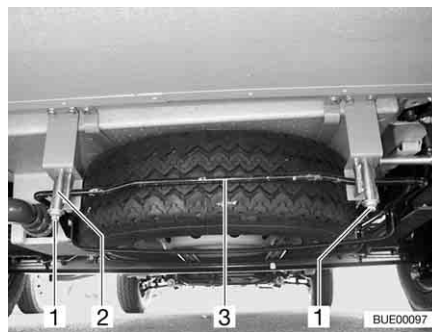

Bild 296 Reservhjulshållare
- Lossa muttrarna (Bild 296,1) lite på vänster och höger krok (Bild 296,2) på reservhjulshållaren.
- Tryck bygel (Bild 296,3) lite uppåt. Dra samtidigt kroken nedåt och lossa bygel.